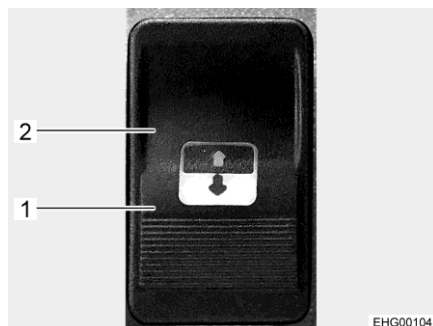

Bild 119 Manöverknapp
Manöverknappen (Bild 119) är placerad bredvid det elektriska, öppningsbara taket i fordonets tak
- Tryck på sidan med öppna-symbolen på manöverknappen (Bild 119,1) tills det öppningsbara taket befinner sig i önskat läge.
- Tryck på sidan med stäng-symbolen på manöverknappen (Bild 119,2).
- Tryck på sidan med stäng-symbolen på manöverknappen (Bild 119,2) tills det öppningsbara fönstret har stängt sig så mycket som möjligt.